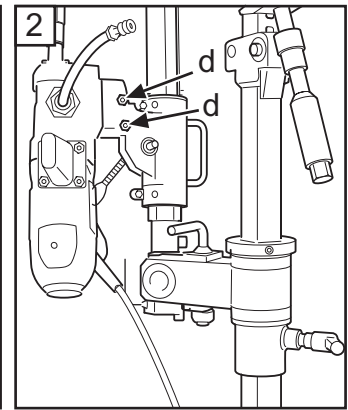

Fig. 13
3. Montar la perforadora en la fijación rápida de la caja de alimentación y apretar las tuercas de fijación cónicas (d) (fig. 13) con una llave de 24 mm.
3. Montar a perfuradora na fixação rápida da caixa de alimentação e apertar as porcas de fixação cónicas (d) (Fig. 13) com a chave de 24 mm.
3. Fit the drilling machine in the quick-action attachment on the feed housing, tighten the conical locking nuts (d.) (Fig. 13) using a 24 mm spanner.